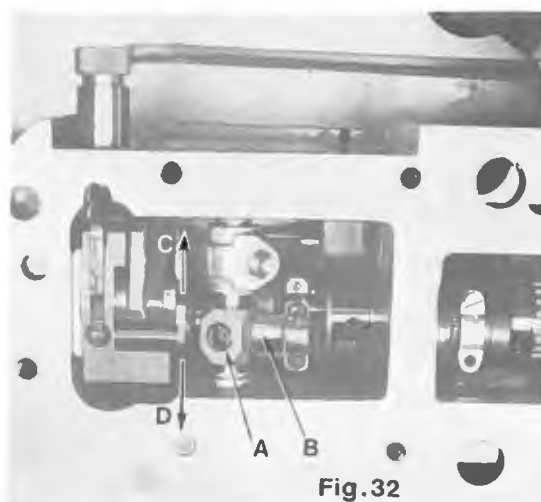

Fig. 32
2. Loosen screw (A, Fig. 32).
3. If the difference between dimension "A" and dimension "B" (Fig. 31) is less than 0.8 - 1 mm = .032 - .04 inch, lever (B, Fig. 32) must be moved in the direction of the arrow to "D".
If the difference is more than 0.8 - 1 mm = .032 - .04 inch, lever (B, Fig. 32) must be moved in the direction of the arrow to "C".
2. Lösen Sie die Schraube (A, Fig. 32).
3. Ist der Unterschied zwischen Maß "A" und Maß "B" (Fig. 31) kleiner als 0.8 - 1 mm muß der Hebel (B, Fig. 32) in Pfeilrichtung nach "D" verschoben werden.
Ist der Unterschied größer als 0.8 - 1 mm muß der Hebel (B, Fig. 32) in Pfeilrichtung nach "C" verschoben werden.